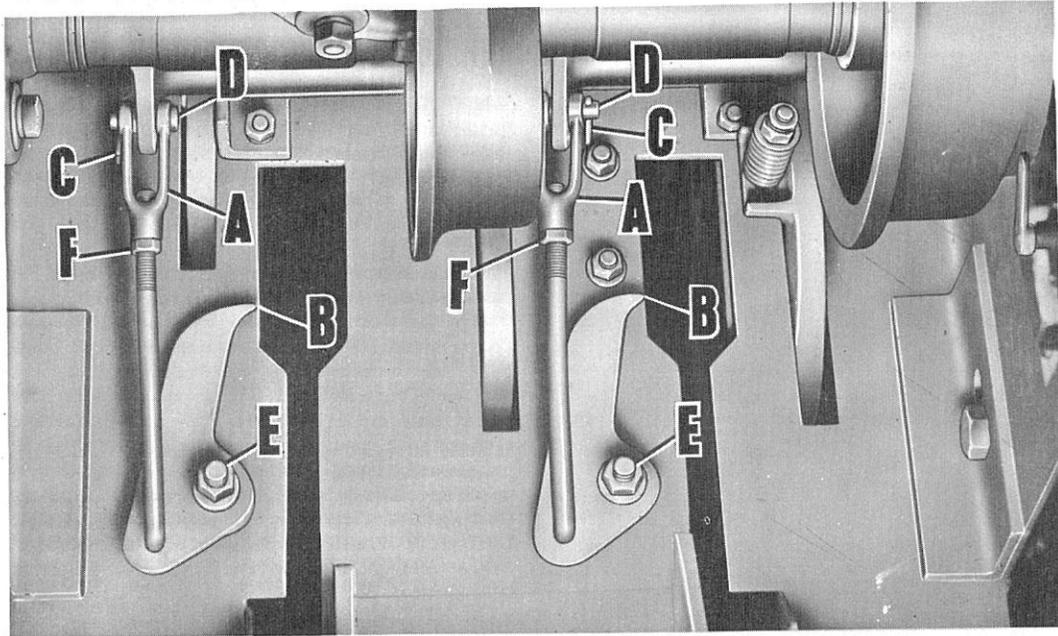

Fig. 41 Réglage des doigts à ficelle.
5. S'il faut retoucher le réglage, desserrer les écrous de blocage (F, Fig. 41), en enlevant les goupilles (C, Fig. 41) et les broches (D, Fig. 41) de la chape (A, Fig. 41) sur chacune des tiges de commande de doigt. Desserrer les écrous (E, Fig. 41) fixant sur le bâti de la presse les ensembles des doigts à ficelle. Reculer ou avancer ces ensembles jusqu'à ce que l'écartement désiré soit obtenu. Resserrer ensuite les écrous (E, Fig. 41).
7. La position convenable des doigts à ficelle par rapport aux fentes de la paroi supérieure du canal de la presse est représentée dans la Fig. 41, c.-à-d., les pointes des doigts affleurant les arêtes de gauche des fentes des aiguilles. Resserrer ou desserrer, à la demande, la chape (A, Fig. 41) sur chaque biellette pour obtenir le réglage correct. Relier chaque chape à son bras respectif de l'ensemble de came au moyen des broches et des goupilles précédemment enlevées. Rebloquer finalement avec les écrous (F, Fig. 41).